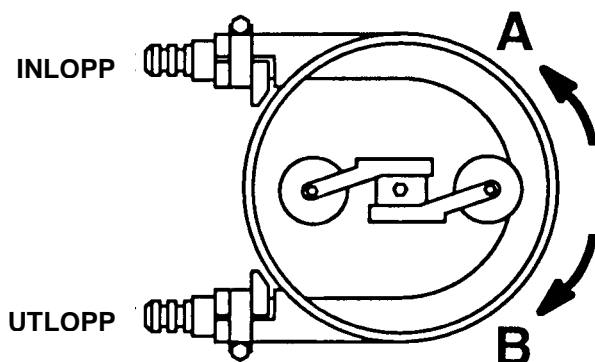

Fig. 2
4. Kör pumpen och kontrollera rotationsriktningen (A eller B i fig. 2). Ändra rotationsriktning genom att byta plats på två av de tre ledarna som ansluter motorn till elnätet.